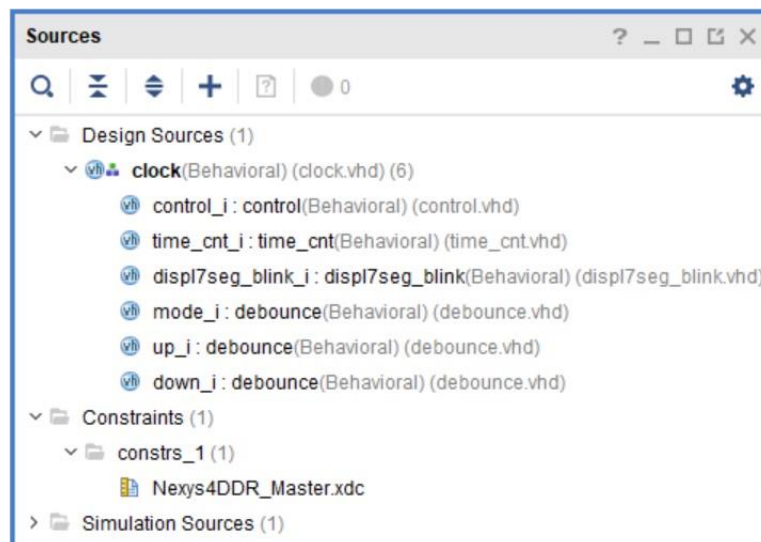

Figura 15. Ierarhia proiectului după adăugarea și instanțierea modulului `debounce`.
5. Salvați fișierul `clock.vhd` selectând iconița *Save File* . În panoul *Hierarchy* al ferestrei *Sources* observați că instanțierile modulului `debounce` sunt adăugate în ierarhia proiectului (figura 15).